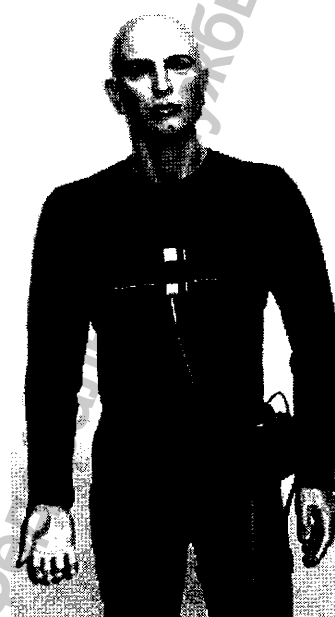

Рис. 15. Установка модуля активности и положения "МАП" на пациента
7. При использовании модуля активности и положения "МАП" закрепите его и бедренный датчик на теле пациента, подключите его кабель к электрическому разъему монитора (см. Рис.15).